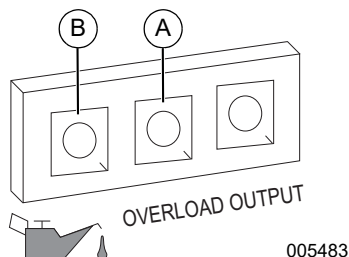

Figura 3-3. Fallo de apagado
NOTA IMPORTANTE: No sobrecargue el generador ni las tomas de corriente individuales del panel. Consulte la **Figura 3-3**. Si se produce una sobrecarga, el LED de sobrecarga (A) se iluminará y la salida de CA se detendrá. Para corregir este problema, consulte **Luces de estado del generador**. Lea la sección **Conozca los límites del generador** detenidamente.
El motor está equipado con un sensor de nivel de aceite bajo que apaga el motor automáticamente cuando el nivel de aceite cae por debajo de un nivel especificado para evitar que el motor se dañe. Consulte la Figura 3-3 \(B\). El motor no funcionará hasta que se añada aceite hasta el nivel adecuado.